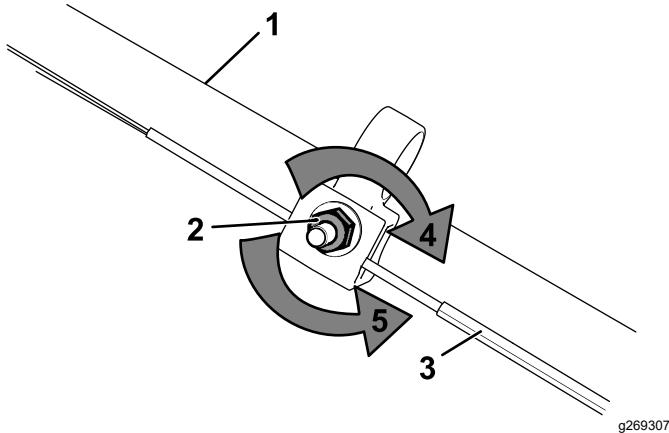

Figura 36
1. Gire la tuerca de ajuste en sentido antihorario para aflojar el ajuste del cable (Figura 36).
2. Ajuste la tensión del cable (Figura 36) tirando del mismo hacia atrás o empujándolo hacia adelante, y sujetelo en esa posición.